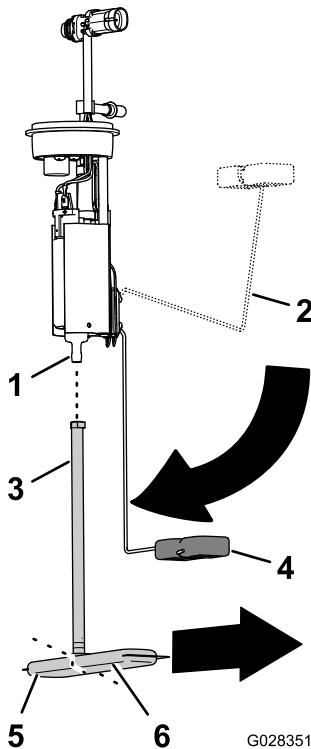

Figura 81
1. Retire el tubo de aspiración del filtro de combustible del conector de la bomba de combustible (Figura 81).
2. Alinee el tubo de aspiración del filtro de combustible nuevo con el conector de la bomba de combustible (Figura 81).
3. Alinee la pata larga del filtro de combustible con el flotador, con el flotador en la posición de vacío (Figura 81).
4. Introduzca el conector de la bomba de combustible en el tubo de aspiración hasta que el conector quede bien asentado (Figura 81).
2. Coloque la bomba de combustible/sensor en el hueco del depósito (Figura 80 y Figura 81).